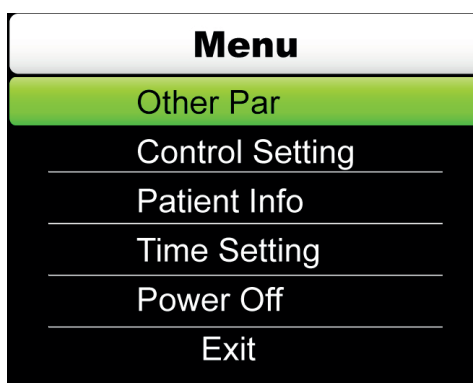
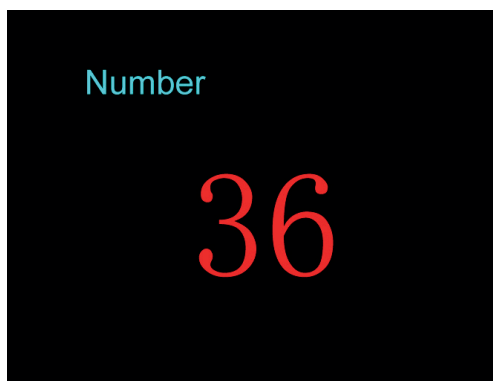

Fig.7
Fig.12
**Gráfico tasa de flujo-volumen, gráfico volumen-tiempo:** presione la tecla "arriba", "abajo", aparecerán dos gráficos: Tasa de flujo-volumen y volumen-tiempo (como las Fig.5-6). Los tres interfaces de arriba son el interfaz principal. En su interfaz presione "menú" para menú principal como la Fig.7.
Al examinar presione "menú" en su menú principal como la Fig.7, el usuario puede buscar otros parámetros y se puede operar configuración de control, información de paciente, configuración en tiempo real, apagado, etc. El detalle de metodología es el siguiente:
Seleccione "Revisar Número" en su submenú. Si el estado de visualización anterior es "CERRADO" presione la tecla de confirmación para abrir la función (nota: la función de revisión sólo puede ser abierta cuando el número de casos es más de uno), el interfaz saltará al interfaz Número como muestra la Fig.12. En este interfaz use la tecla "arriba" o "abajo" para seleccionar el número de caso, presione la tecla de confirmación para revisar la información de caso seleccionada. Si la visualización anterior es "ABIERTO" presione la tecla de confirmación para saltar al estado anterior (significado: Si la medición ha sido completada antes de revisar, cierre esta función, visualiza estado "CERRADO", o salta al interfaz de medición como muestra la Fig.2).
**Atención:** Al abrir la función revisar puede buscar todos los datos medidos, el camino es: Entre el menú principal como la Fig.7, seleccione "Info Paciente", presione la tecla de confirmación en su submenú como la Fig.21, seleccione "Número", presione la tecla de confirmación para ir al interfaz de número de caso como la Fig.12 (la función sólo puede seleccionarse en caso de abrir la función revisar), después use la tecla "arriba" o "abajo" para seleccionar el número de caso, presione la tecla de confirmación para buscar la información correspondiente. Si quiere buscar otros casos repita los pasos anteriores (Si los datos de caso son erróneos se visualizará "¡Error!" después de presionar la tecla de confirmación).
Mantenga presionada la tecla “medición repetida” no más de 3 segundos para empezar otro test, la información como la Fig.12 aparecerá cuando la memoria esté llena. Presione la tecla “arriba”, “abajo” para configurar, seleccione “Sí” para interfaz “borrar datos”, al seleccionar, después de borrar datos, salga al interfaz principal para continuar la medición, “NO” para menú principal.